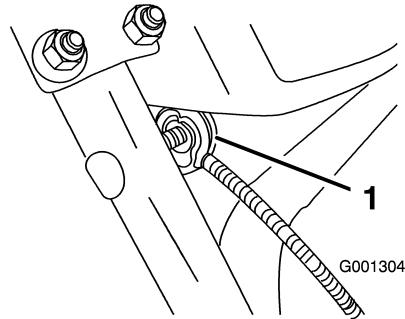

Figure 7
3. Retirez l'écrou et la rondelle du mancheron, fixez le serre-câble sur le câble au mancheron, et serrez l'écrou à la main (Figure 7).